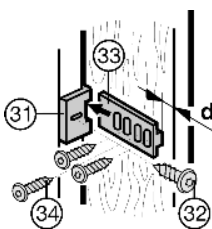

Fig. 19
- Monter la pièce d'accouplement de porte Fig. 19 (31) à l'aide de vis Fig. 19 (32), tout en respectant la position de la poignée.
- Insérer les rails d'accouplement de porte Fig. 19 (33) et les visser à la porte de meuble à l'aide de vis Fig. 19 (34). Respecter l'écart d (épaisseur de paroi du réfrigérateur).